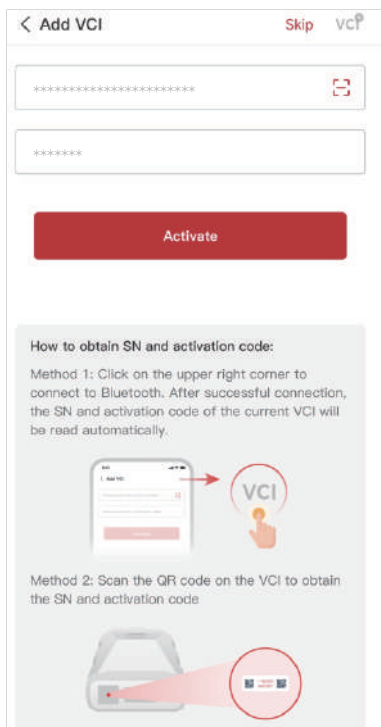

Figure 3-7
- ④ Wählen Sie Ihr Gerät aus der Liste der gesuchten Bluetooth-Geräte aus.
- ⑤ Nach erfolgreicher Bluetooth-Verbindung werden die Seriennummer und der Aktivierungscode des VCI automatisch gelesen. Tippen Sie anschließend auf **“Aktivieren”** (siehe Abbildung 3-7).